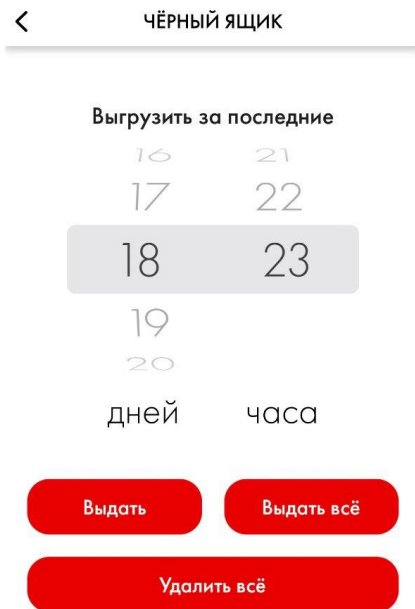
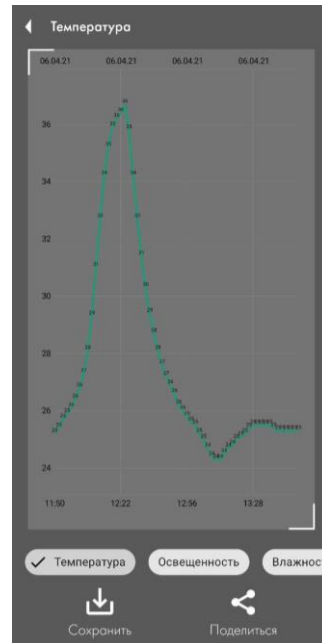

Рисунок 10 - Выбор промежутка времени
Рисунок 11 - Вид графиков по времени
2.3.8 При нажатии на кнопку «**Чёрный ящик**» появится окно (рисунок 10), в котором доступна настройка выбора временного интервала, за который будет осуществлена выгрузка показаний сенсоров TH-BLE. При выгрузке данные отображаются на экране мобильного телефона (в виде графиков) (рисунок 11) и доступны в формате документа для импорта на персональный компьютер (ПК).